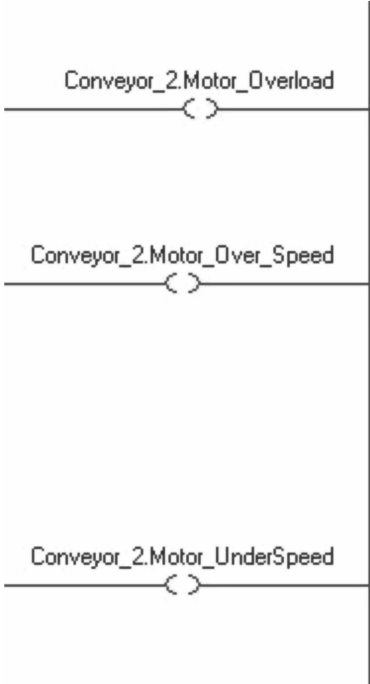

图 9-39 移除传递描述信息后的梯形图
37. 单击“显示传递描述”(Show Pass-Through Descriptions)旁边的复选框，关闭此选项，然后单击“应用”(Apply)接受所做的更改，如图 9-39 所示。